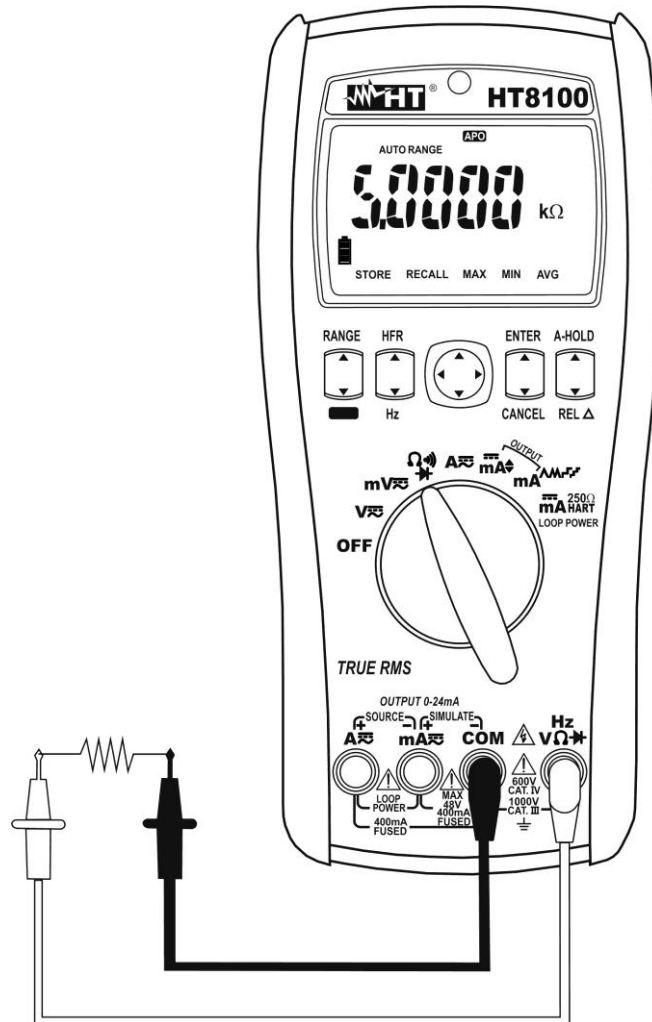

Fig. 6: Uso do instrumento para a medição de Resistências e Teste de Continuidade
3. Inserir o cabo vermelho no terminal de entrada **HzV $\Omega$**  e o cabo preto no terminal de entrada **COM** (ver Fig. 6).